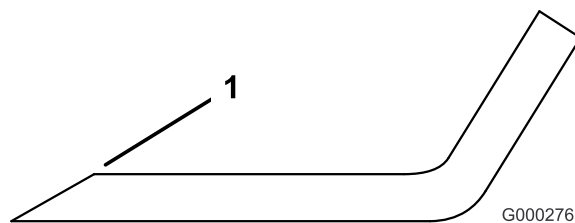

図 101
4. 刃先が鈍くなっていたり欠けていたりした場合には研磨する 図 101。